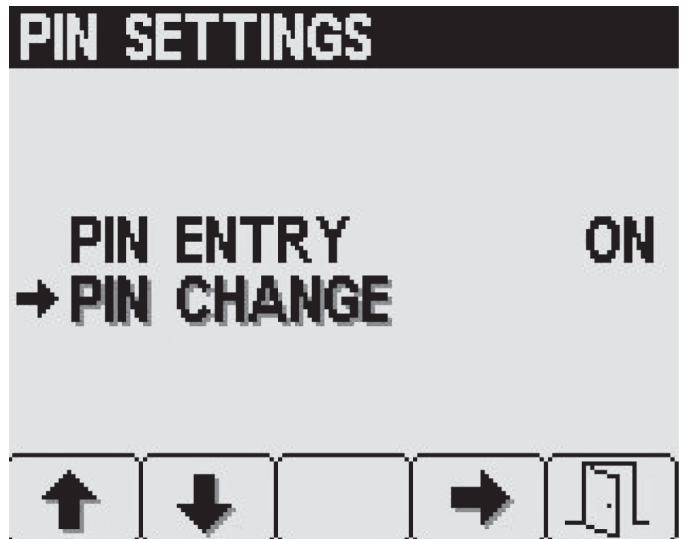

Figura 26
- Prima os botões 1 ou 2 para selecionar a opção ALTERAÇÃO DO PIN (Figura 26).
- Prima o botão 4 para selecionar a entrada ALTERAÇÃO DO PIN (Figura 26).